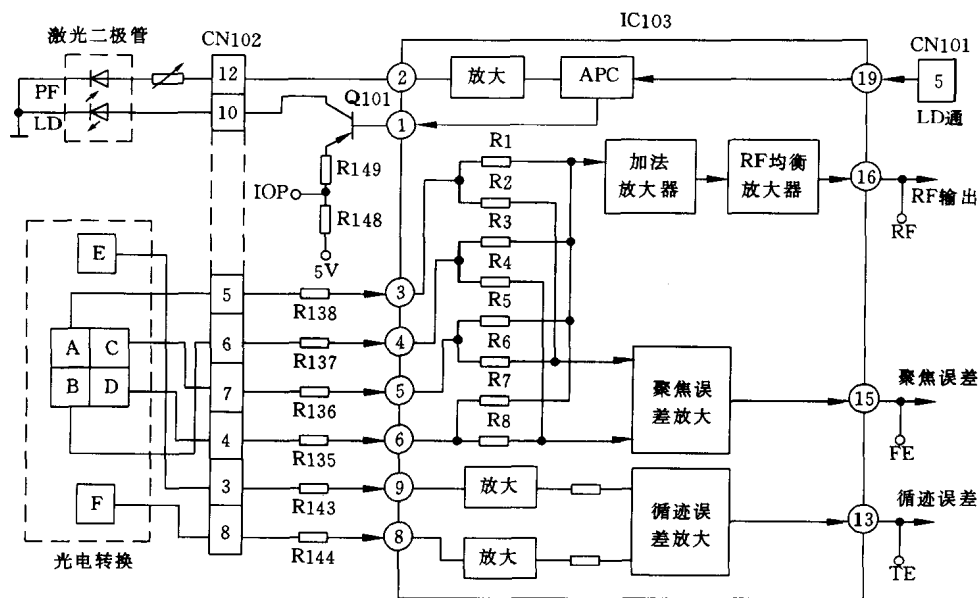

图 2-3 RF 信号输出和误差信号放大电路
(1) 索尼 VCP-S55 影碟机的 RF 输出和误差放大电路如图 2-3 所示,VCP-S55 影碟机的 RF 输出和误差放大电路采用 CXA1821M 集成电路,它的工作原理如下: